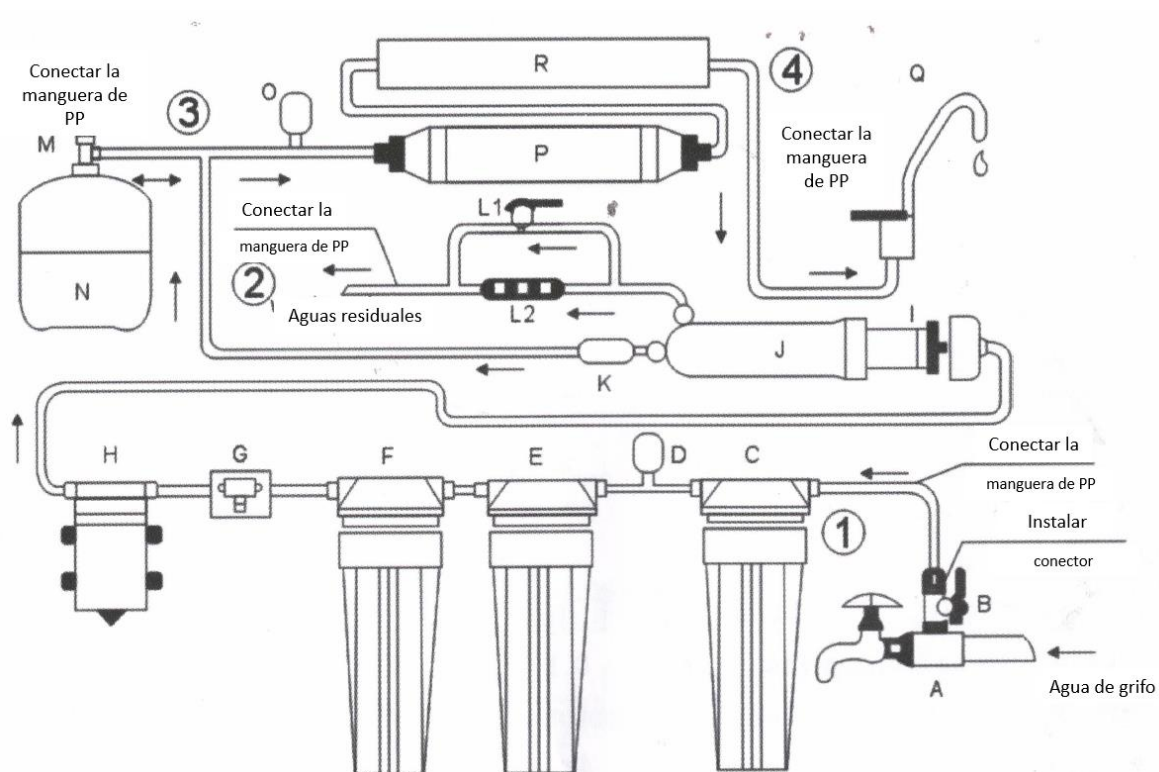
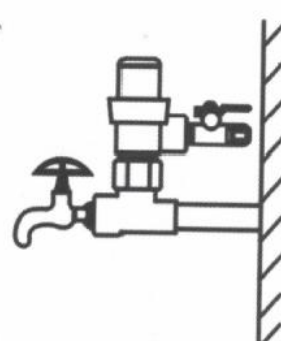

Imagen 1
Imagen 9
4.1 Para instalar la válvula de bola, coloque un conector de agua de alimentación de tres vías (A) y coloque la válvula de bola (B) en el conector de agua de alimentación de tres vías (A), luego conecte el grifo de agua del grifo con el conector de agua de alimentación de tres vías (imagen 1 ,7 y 8). Si usa una válvula de reducción, debe conectar la válvula de reducción (imagen 9).
4.4 Para instalar la manguera de plástico en las siguientes posiciones según el proceso tecnológico. Hay marcas numeradas 1, 2, 3, 4 en la tabla de diseño y componentes del sistema de ósmosis inversa (imagen 1). También puede encontrar estas marcas en la máquina RO.